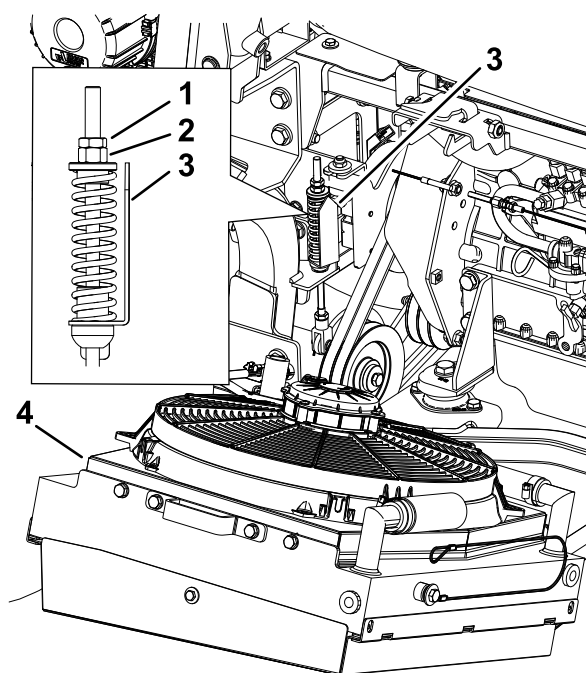

Bild 77
5. Drehen Sie ggf. die Mutter für die Spannscheiben-Spannvorrichtung, bis der Pfeil der Spannungsanzeige mit der äußeren Oberfläche der Scheibe ausgefluchtet ist (Bild 77).
1. Fluchten Sie die Zapfwellenriemen über den Riemenscheiben aus (Bild 77).
8. Bewegen Sie die Spannscheibe nach oben und nehmen Sie die Riemen von der Maschine ab (Bild 77).